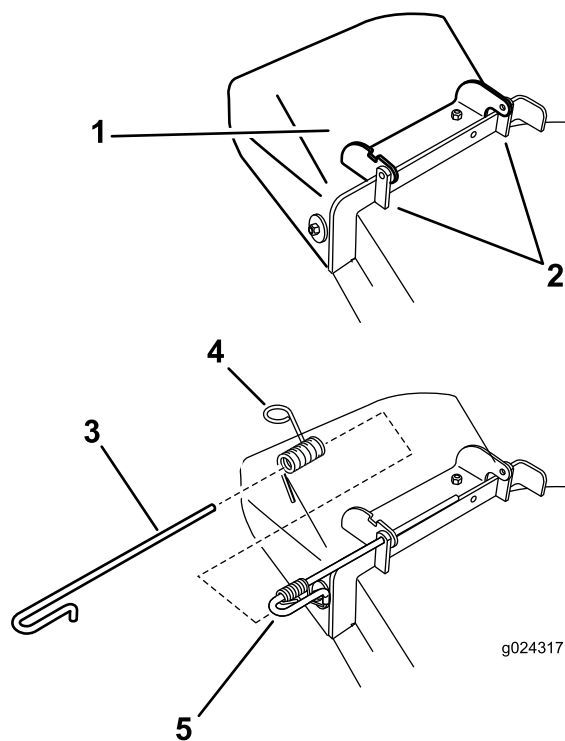

Figura 67
1. Desenganche el muelle de la muesca del soporte del deflector, y retire la varilla de los soportes soldados de carcasa, el muelle y el deflector de descarga (Figura 67).
3. Coloque el nuevo conjunto del deflector de descarga con los extremos de los soportes entre los soportes soldados de la carcasa, según se muestra en la Figura 67.
4. Instale el muelle en el extremo recto de la varilla. Coloque el muelle en la varilla según se muestra en Figura 67, de manera que el extremo corto del muelle suba desde debajo de la varilla antes de la curva y pase por encima de la varilla después de la curva.